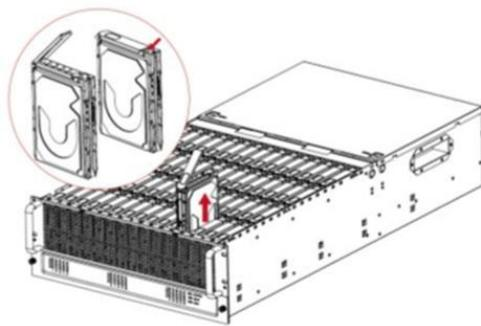

Рисунок 163. Извлечение лотка жесткого диска
8. Удалите заменяемый диск из лотка (см. Рисунок 163)